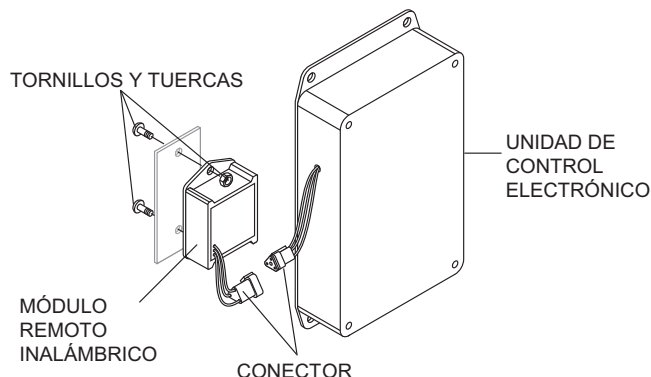

Figura 32. Instalación del módulo de control remoto
3. Instale el módulo remoto inalámbrico (Figura 32) con los 2 tornillos y tuercas proporcionados en el interior del tablero de control. Conecte el conector trifilar del módulo remoto inalámbrico a la unidad de control electrónica.